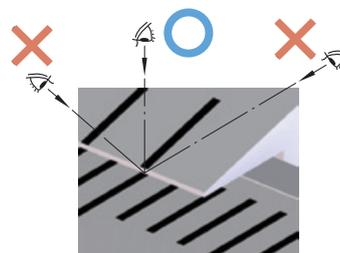

Fig. 1
1. Leia as graduações na direção perpendicular à escala e nônio para evitar erros de paralaxe. **(Fig. 1)**